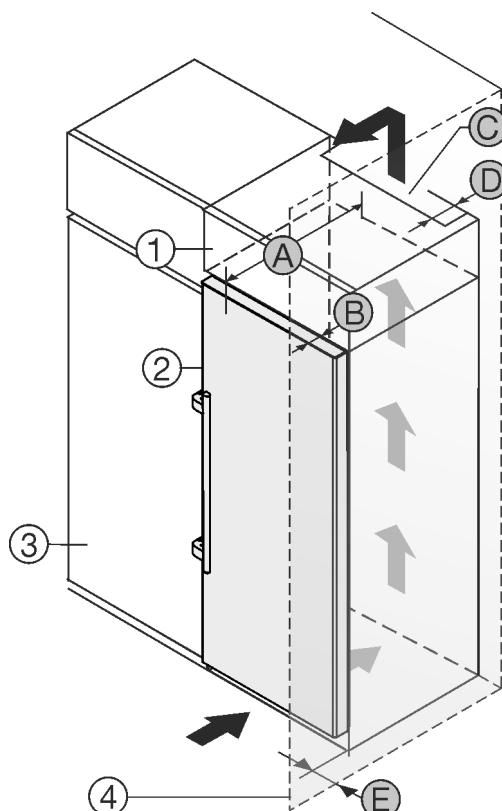

Fig. 1
Sie können das Gerät direkt neben dem Küchenschrank Fig. 1 (3) aufstellen.
An der Rückseite des Aufsatzschrankes muss ein Abluftschacht mit der Tiefe Fig. 1 (D) über die gesamte Aufsatzschrankbreite vorhanden sein.
Unter der Raumdecke muss der Entlüftungsquerschnitt Fig. 1 (C) eingehalten werden.
Wenn Sie das Gerät mit den Scharnieren neben einer Wand Fig. 1 (4) aufstellen, dann muss der Abstand zwischen Gerät und Wand mindestens 57 mm betragen. Dies entspricht dem Griffüberstand bei geöffneter Tür.
Damit Sie die Tür vollständig öffnen können, muss das Gerät um die Türtiefe Fig. 1 (B) gegenüber der Küchenschrankfront vorstehen. Abhängig von der Tiefe der Küchenschränke Fig. 1 (3) und Verwendung von Wandabstandshaltern kann das Gerät weiter herausragen.